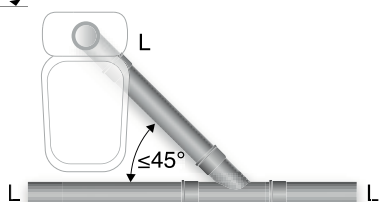

Fig. 17
- Riktningssändring på liggande ledning (L) ska utföras med en eller flera böjar med största vinkel  $\alpha \leq 45^\circ$ . Se fig. 17.
- Spillvattenledning från WC-stol ska anslutas till liggande samlingsledning (L) med grenrör  $\alpha \leq 45^\circ$ . Se fig. 17.